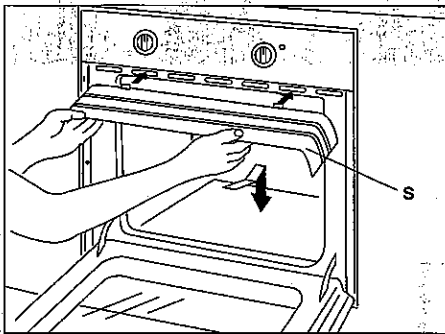

Fig. 10
- Placer la protection de manettes comme indiqué en (fig.10)